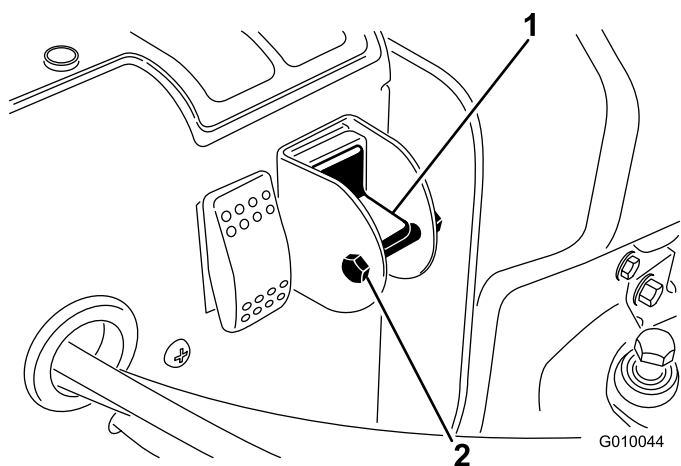

Figura 29
3. Retire o parafuso e a porca de bloqueio do dispositivo selector (Figura 29).